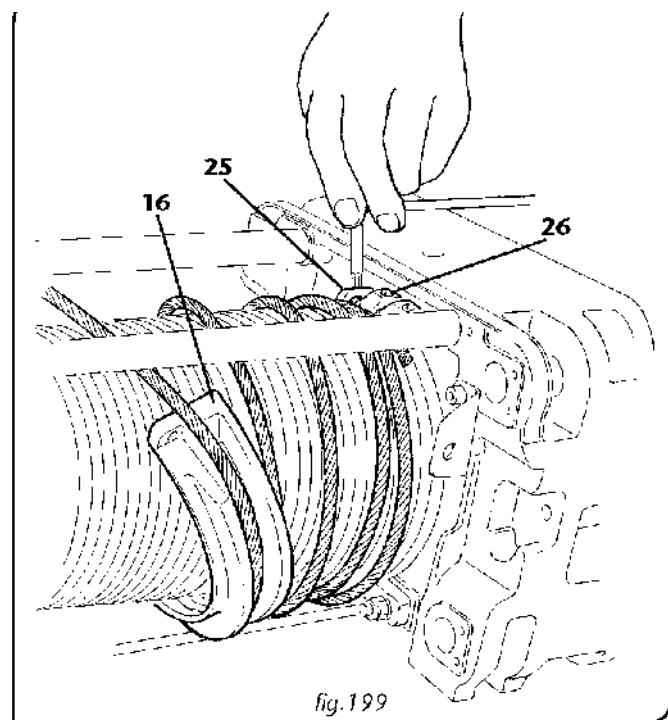

fig.199
13. Poluzować śruby -25- zacisków -26-, wyjąć linę i usunąć półobřęcz -16- (rys. 199).